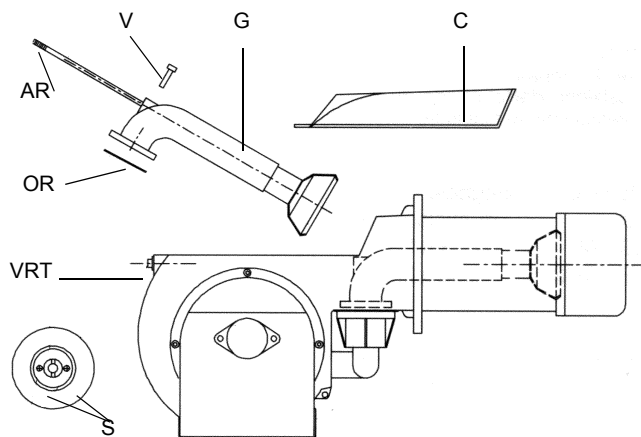
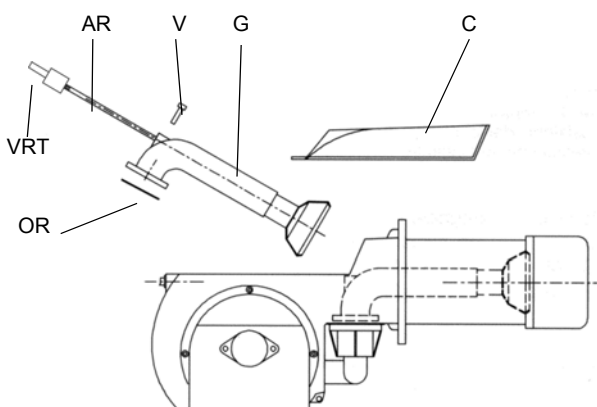

Fig. 26
Fig. 27
- Desmontaje, limpieza y control del cabezal de combustión (véase Fig. 26 - Fig. 27).